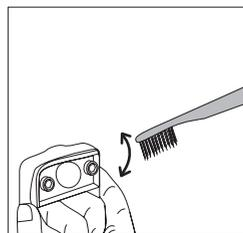

Fig. 19
6. Limpe o fluxostato cuidadosamente com uma escovinha [Fig. 19].